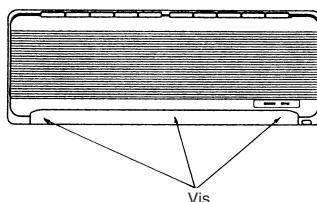

Fig. 3-12
3.6. Retirez le panneau frontal (Fig. 3-12)